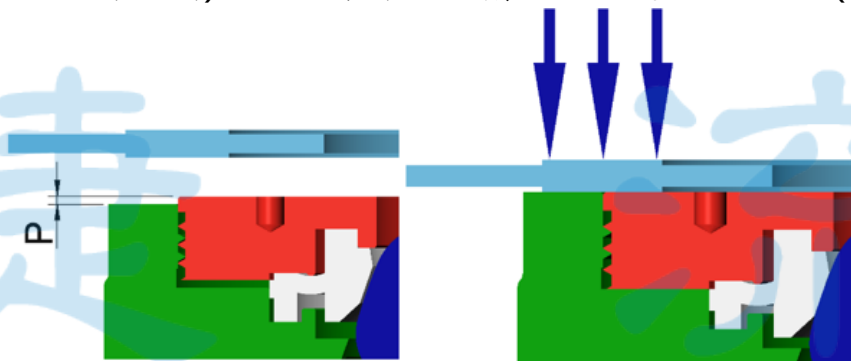

Fig.16
13.1.2 在閥瓣關閉的狀況下，將閥座裝上再將壓環以順時針方向旋轉旋緊，此時壓環應會凸出法蘭面，將閥瓣微開後再將壓環旋緊，(但若在裝置 VF-93、VF-96 金屬閥座時，閥瓣須全程保持關閉，不得微開)注意壓環浮出法蘭面不可超出 1mm。(Fig.16)